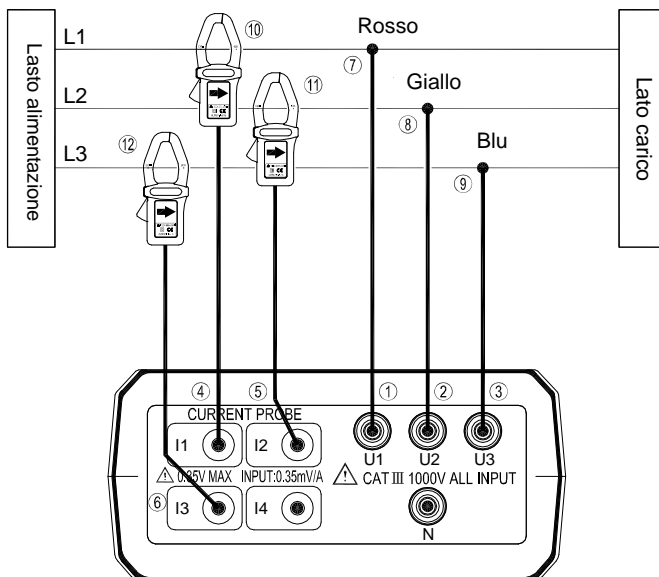

Figura 11. 3P3W3M Diagramma di collegamento dei cavi
- ① Collegare il puntale di test della tensione rosso al terminale “U1”.
- ② Collegare il puntale di test della tensione giallo al terminale “U2”.
- ③ Collegare il puntale di test della tensione blu al terminale “U3”.
- ④ Collegare la sonda di corrente I1 alla presa “I1”.
- ⑤ Collegare la sonda di corrente I2 alla presa “I2”.
- ⑥ Collegare la sonda di corrente I3 alla presa “I3”.
4. Collegare il puntale di test della tensione e le sonde di corrente all'apparecchiatura elettrica da testare come indicato nella Figura 11. Diagramma del cablaggio 3P3W3M
- ① Collegare i cavi di controllo di tensione neri al terminare “N”.
- ② Collegare il cavo di controllo di tensione rosso al morsetto “U1”.
- ③ Collegare il cavo giallo di controllo di tensione al morsetto “U2”.
- ④ Collegare il cavo blu di controllo di tensione al morsetto “U3”.
- ⑤ Collegare la sonda di corrente I1 alla presa “I1”.
- ⑥ Collegare la sonda di corrente I2 alla presa “I2”.
- ⑦ Collegare la sonda di corrente I3 alla presa “I3”.
- ⑧ Collegare la sonda di corrente I4 alla presa “I4”.
4. Collegare i cavi di controllo di tensione e le sonde di corrente alla strumentazione elettrica che deve essere analizzata, così come mostrato nella figura 11. Diagramma di connessione dei cavi 3P4W.
- ⑨ Collegare il morsetto alligatore nero di controllo di tensione al conduttore neutro “N”.
- ⑩ Collegare il morsetto alligatore rosso di controllo di tensione alla fase “L1”.
- ⑪ Collegare il morsetto alligatore giallo di controllo di tensione alla fase “L2”.
- ⑫ Collegare il morsetto alligatore blu di controllo di tensione alla fase “L3”.
- ⑬ Collegare la sonda di corrente I1 alla fase “L1”.
- ⑭ Collegare la sonda di corrente I2 alla fase “L2”.
- ⑮ Collegare la sonda di corrente I3 alla fase “L3”.
- ⑯ Collegare la sonda di corrente I4 al conduttore neutrale “N”.